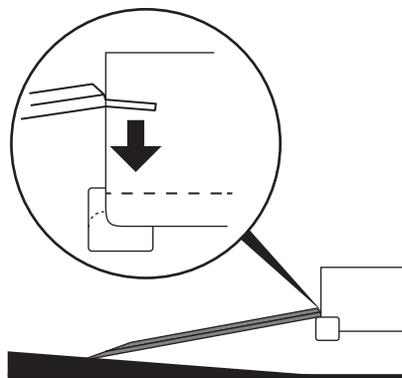

Figure 4-9
4. Placez le rebord des rampes sur l'extrémité du plancher de la camionnette ou de la remorque. Voir Figure 4-9.